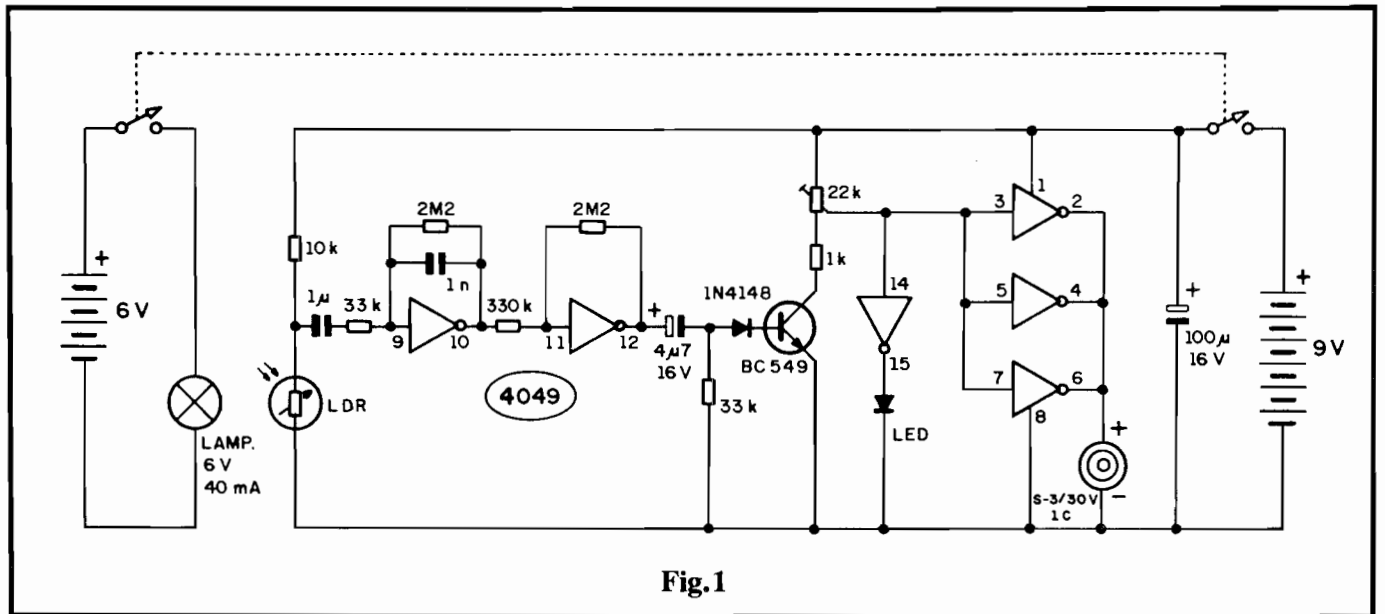

Fig.1
- **FIG. 1 - O CIRCUITO** - O sensor de translucidez já mencionado é feito a partir de uma pequena lâmpada (que tem alimentação própria, de 6 volts, 4 pilhas pequenas, à parte da energia que alimenta o setor mais complexo do circuito), alinhada com um sensor fotoresistivo (LDR), de modo que o dedo do "paciente" possa ser inserido justamente **entre** esses dois componentes... Pelas suas propriedades, o LDR ficará, a cada batimento, **mais resistivo** do que estava no "intervalo" entre duas pulsações, modificando (ainda que sutilmente) a Tensão presente no seu ponto de ligação com o resistor de 10K. Esse pequeno "degrau" de Tensão, que ocorre a cada pulsação, é grandemente amplificado pelo par de **gates** (pinos 9-10 e 11-12) de um Integrado C.MOS 4049, que ainda exercem trabalhos lineares e não digitais, auxiliados pelas polarizações oferecidas pelos resistores anexos... O capacitor de 1u (não polarizado), "leva" os sinais do LDR ao dito amplificador, enquanto que o capacitor de 1n (na rede de realimentação do primeiro **gate**)